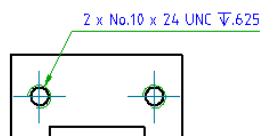

Рис. 4.41. "Виноска" механічного примітиву
**AMNOTE**. В механічній версії створює виноску та приєднує її до примітиву. Виноска складається з лінії, тексту або формули. При приєднанні до механічних об'єктів (отвори, болти і т.і.) пропонуються стандартні шаблони з бібліотеки. Шаблони можна змінювати та доповнювати (рис. 4.41).